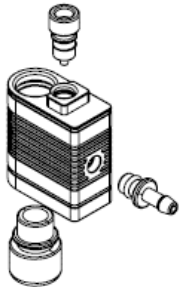

Abb. 7
➔ Zerlegen Sie das Milchsystem (4) in seine Einzelteile (Abb. 7).